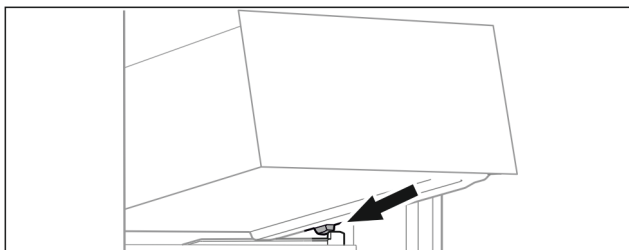

Fig. 92
- ▶ Schubfach schräg hinter den Stoppfern auf Behälterrippe aufsetzen. (siehe Fig. 92)